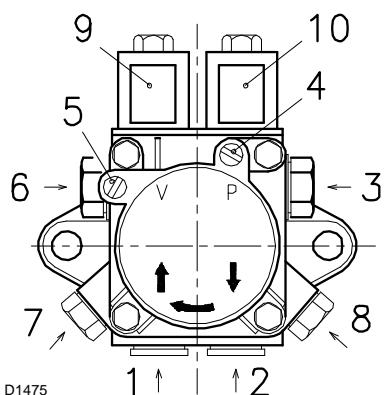

Fig. 18
#### Légende (Fig. 18)
- Pour que la pompe puisse s'auto-amorcer, il est indispensable de desserrer l'une des vis 4-8)(Fig. 18) de la pompe pour purger l'air contenu dans le tuyau d'aspiration.
Pour modifier la pression de la 1ère allure, agir sur la vis 6)(Fig. 18). Pour modifier la pression de la 2ème allure, agir sur la vis 7)(Fig. 18).